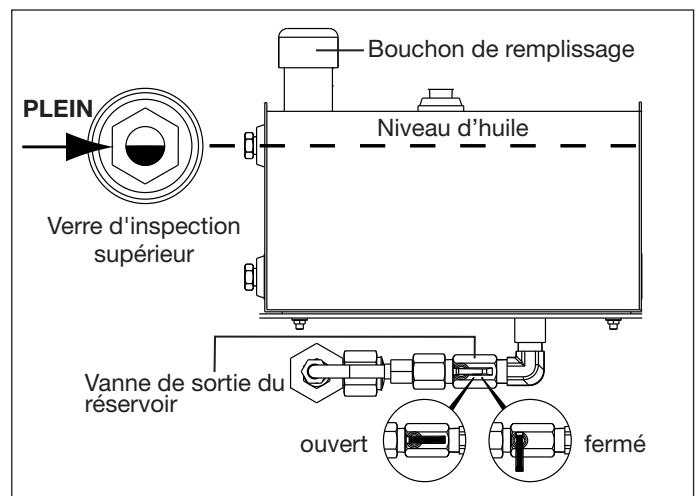

Figure 4, Réservoir d'huile hydraulique
- S'assurer que la vanne de sortie du réservoir est en position ouverte. Voir Figure 4.
Le réservoir est PLEIN quand le niveau d'huile dans le verre d'inspection supérieur est à la moitié, comme illustré à la Figure 4. La capacité en huile est d'à peu près 3,8 litres [1 US gallon]. Utiliser l'huile Enerpac de type HF.